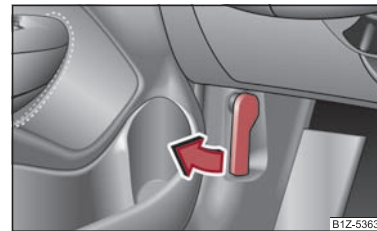

Fig. 12 Maneta de deblocare a capotei motorului
- Trageți maneta de deblocare de sub bord, pe partea conducătorului ⇒ pagina 13, fig. 12. ■